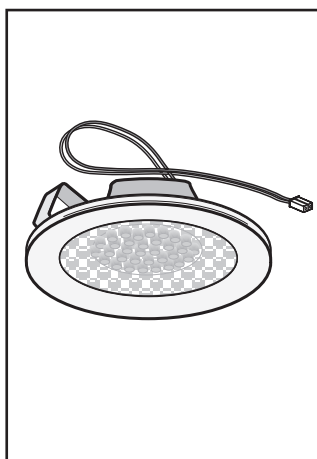

Fig.6
• **Udskiftning af LED lamperne (Fig.6):**